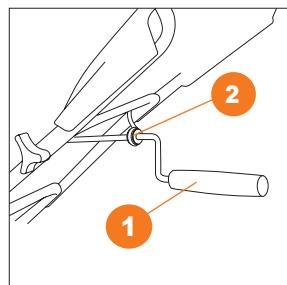

Рис. 10
3. Проденьте ручку изменения направления выброса ① в фиксатор ② расположенныйный на средней части рукоятки (Рис. 10).